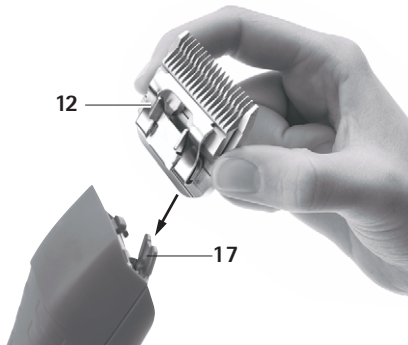

Fig. 2
- Sätt klipp huvudet 12 på det öppna knivlocket 17, se Fig. 2.
- Tryck klipp huvudet 12 lätt mot klippmaskinen DURATI, se Fig. 2.